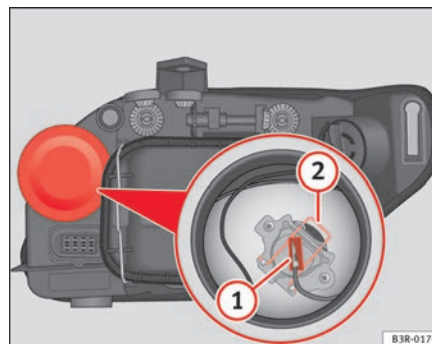

Fig. 203 Abbaglianti
- Estrarre il connettore $\Rightarrow$ fig. 203 **(1)** della lampada.
- Premere la molla $\Rightarrow$ fig. 203 **(2)** verso l'interno e verso destra.